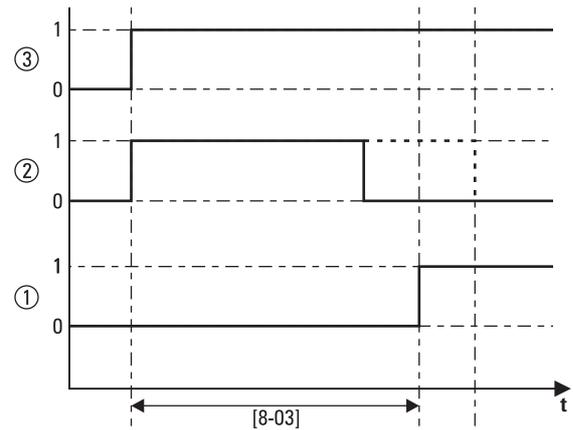

Bild 6-17 Schaltzeit des Parameters [8-03]
- [8-03] Verzögerungszeit Booster-Heater (EHS): Bestimmt die Verzögerungszeit der Inbetriebnahme des Booster-Heaters (EHS) nach dem Start des Warmwasserheizbetriebs durch die Wärmepumpe (siehe Bild 6-17).